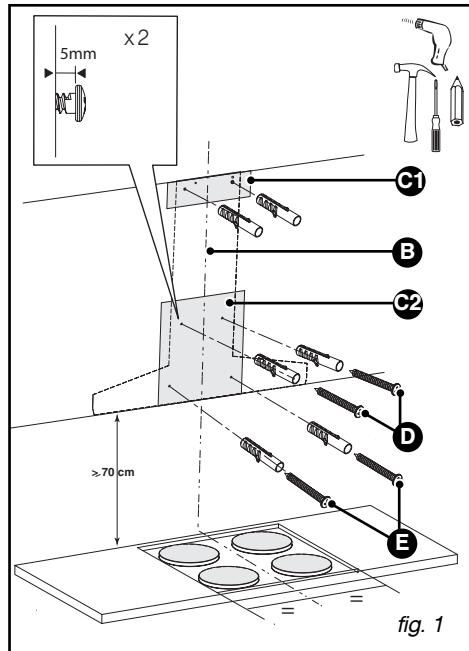

fig. 1
- Vissez les deux vis du haut de la hotte (D/fig. 1) en les laissant dépasser de 5 mm.